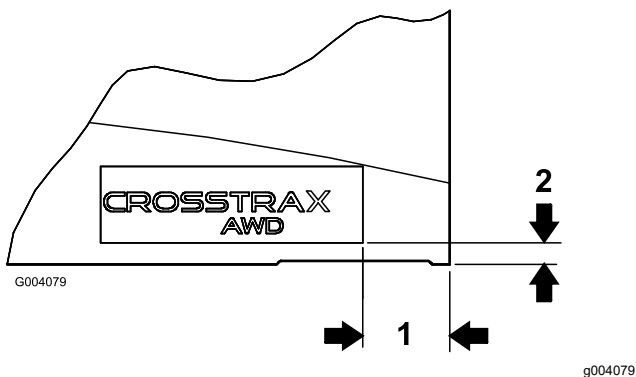

Figura 13
2. Utilizando as dimensões mostradas na Figura 13, localize e cole um autocolante CROSSTRAX ao canto traseiro inferior de cada lado da capota.